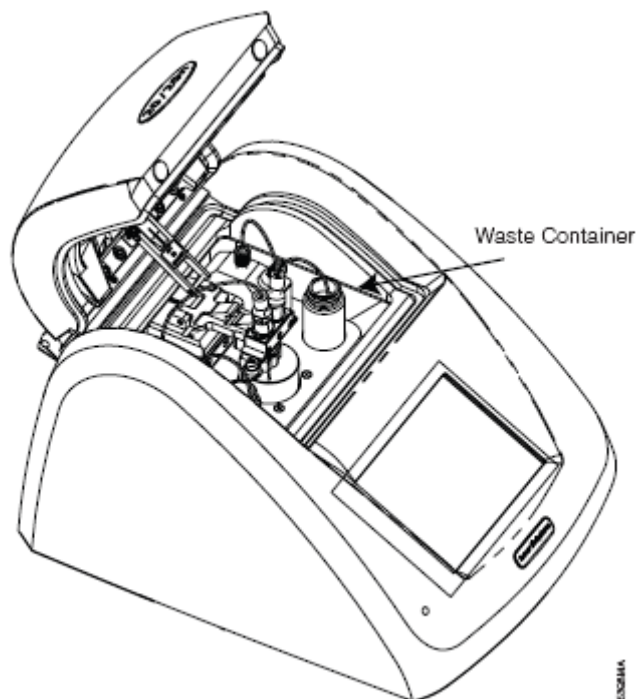

图10. 在初始化和冲洗进样器时，将废液瓶置于枪头下。
3. 将废液瓶置于进样器枪头装置下方。如果需要，可以从仪器机盖打开的进样器枪头支持架锁，就可以在开盖的状态下初始化和冲洗进样器(图10)。